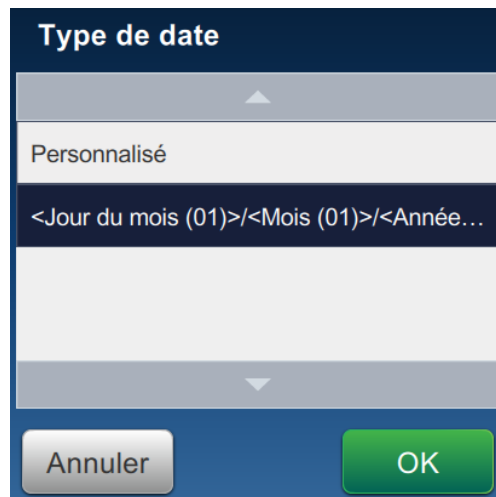

Figure 5-9 : Écran de configuration du format de date
1. Dans l'écran Configuration de la date, sélectionnez l'option *Personnalisé* dans la liste déroulante Type de date, tel qu'illustré dans la Figure 5-9. Appuyez sur le bouton